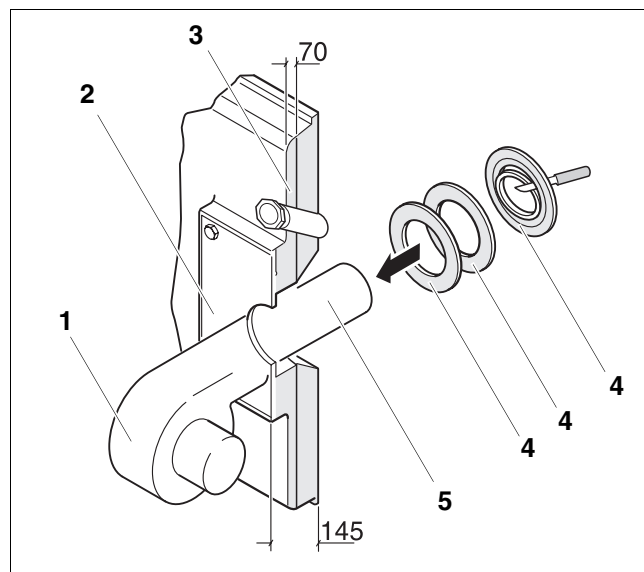

Fig. 48 Montage du brûleur (dimensions en mm)
- Visser le brûleur (fig. 48, **pos. 1**) sur la plaque (fig. 48, **pos. 2**).
- Découper les bagues d'étanchéité (fig. 48, **pos. 4**) selon le diamètre de la tuyère du brûleur (fig. 48, **pos. 5**).
- Combler la fente entre l'isolation thermique de la porte brûleur (fig. 48, **pos. 3**) et la tuyère du brûleur (fig. 48, **pos. 5**) avec les bagues d'étanchéité adaptés (fig. 48, **pos. 4**).
- Relier le raccordement aération du viseur avec le brûleur (fig. 48, **pos. 1**) pour que le viseur ne soit pas bouché par des dépôts.
- Raccorder le câble du brûleur au brûleur (fig. 48, **pos. 1**).